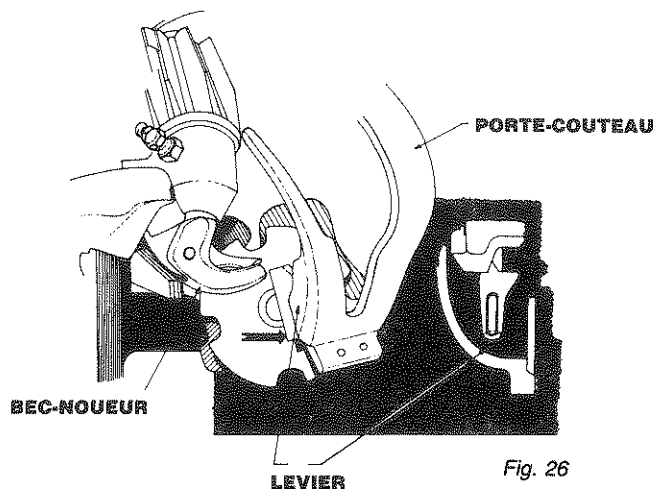

Fig. 26
1. Le racleur du levier porte-couteau doit, à peine, toucher le bec-noueur, avec une légère pression lorsque le racleur pousse le noeud au-delà de l'extrémité du bec-noueur, Fig. 26. L'ajustage se fait en pliant le porte-couteau.